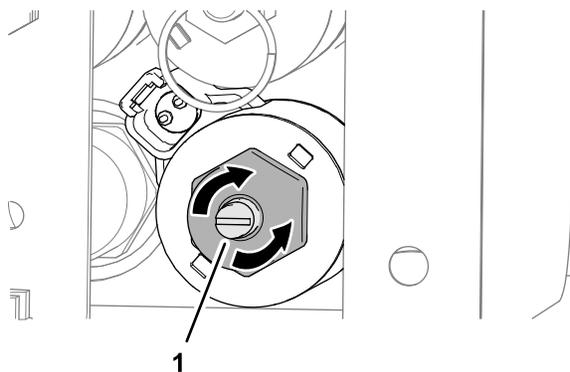

图 37
1. 顺时针旋转用作阀超控装置的六角头螺可增大输送带速度图 37。